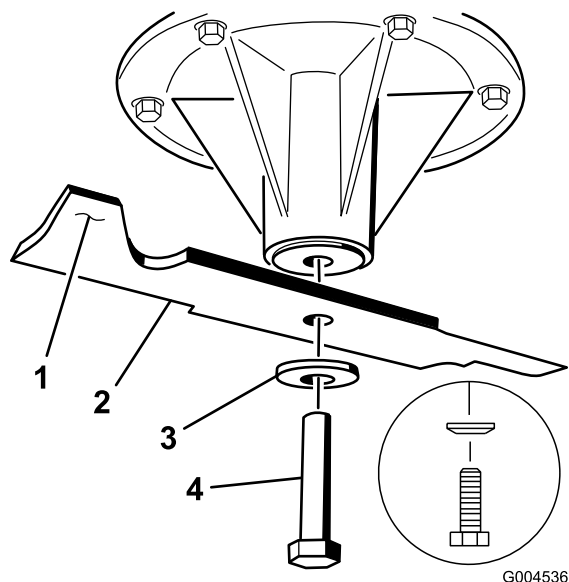
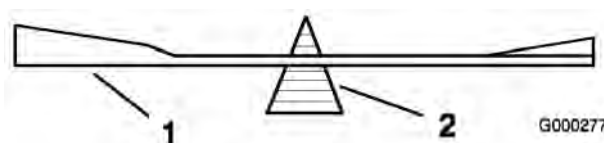

Figura 56
Figura 59
2. En las plataformas de cortacésped de 40 y 48 pulgadas, retire del eje el perno de la cuchilla, la arandela curva y la cuchilla (Figura 56).
- Verifique el equilibrio de la cuchilla colocándola sobre un equilibrador de cuchillas (Figura 59). Si la cuchilla se mantiene horizontal, está equilibrada y puede utilizarse. Si la cuchilla no está equilibrada, rebaje algo el metal en la parte de la vela solamente (Figura 56). Repita este procedimiento hasta que la cuchilla esté equilibrada.
- Instale la cuchilla en el eje (Figura 56).
Importante: La vela de la cuchilla debe apuntar hacia arriba y hacia el interior del cortacésped para asegurar un corte correcto (Figura 56).
- En las plataformas de cortacésped de 40 y 48 pulgadas, instale la cuchilla, la arandela curva y el perno de la cuchilla (Figura 56).